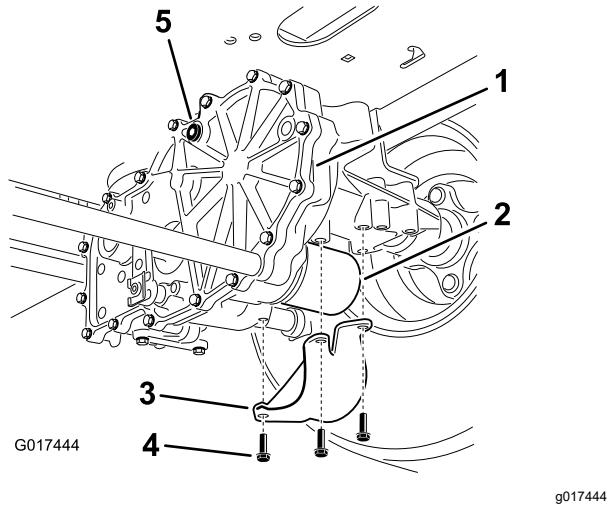

Figura 69
4. Localize o filtro e proteções em cada sistema de transmissão (Figura 69).
5. Retire os três parafusos que prendem a proteção do filtro e proteção (Figura 69).